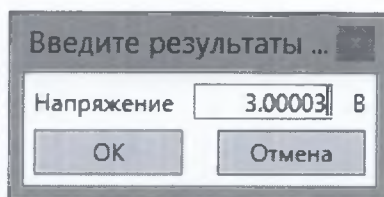

Рисунок 7.2.23
7.2.6.10 Перевести калибратор-вольтметр в режим измерений напряжения переменного тока. Нажать кнопку «Измерить», после окончания измерений нажать кнопку «Ввести измеренное СКЗ». В появившемся окне ввести измеренное калибратором-вольтметром СКЗ напряжения переменного тока (рисунок 7.2.23). Нажать кнопку «ОК».